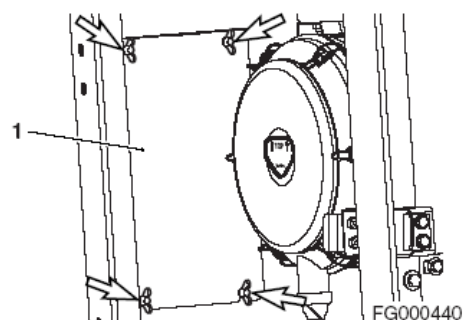

Рис. 52
1. Открыть переднюю левую дверь машины, снять крышку (1, рис. 52), открутив 4 барашковых болта.